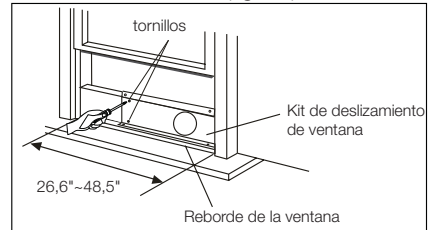
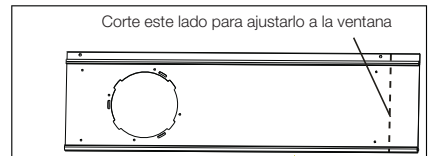
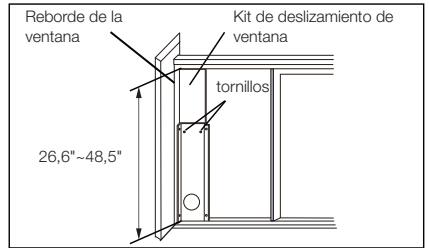

Fig. 13
Fig. 14
Fig. 19
2. Abra la ventana de guillotina y coloque el kit de deslizamiento de la ventana en el reborde (fig. 13). Acople el kit de deslizamiento de ventana al reborde. Ajuste la longitud del kit de deslizamiento en función del ancho de la ventana. Atornille los dos tornillos al kit de deslizamiento de ventana. Consulte la fig. 13. Corte el kit de deslizamiento de ventana ajustable si el ancho de ésta es inferior a 67,56 cm (fig. 14).
- Abra la ventana de guillotina y coloque el kit de deslizamiento de la ventana en el reborde. Consulte la fig. 19. Acople el kit de deslizamiento de ventana al reborde. Ajuste la longitud del kit de deslizamiento en función de la altura de la ventana. Atornille los dos tornillos al kit de deslizamiento de ventana. Consulte la fig. 19. Corte el kit de deslizamiento de ventana ajustable si la altura de ésta es inferior a 67,56 cm (Fig. 14).